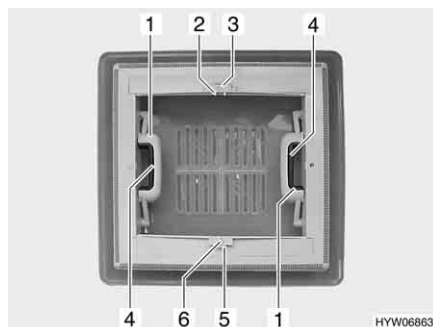

Fig. 36 Oblò a scatto
- Premere la chiusura a scatto (Fig. 36,4) verso l'interno dell'oblò. Premere contemporaneamente verso l'alto l'oblò con la maniglia (Fig. 36,1).
- Tirare con forza verso il basso le due maniglie (Fig. 36,1) dell'oblò, fino a quando non scattano entrambe le chiusure.
- Premere l'arresto (Fig. 36,5) verso il lato esterno dell'oblò.
- Tirare l'oscurante a rullo per la maniglia (Fig. 36,6) fino alla maniglia contrapposta della zanzariera a rullo (Fig. 36,2) e farla innestare.
- Serrare la maniglia (Fig. 36,2). L'arresto si sblocca.
- Ricondurre lentamente l'oscurante a rullo accompagnandolo con la maniglia (Fig. 36,6).
- Premere l'arresto (Fig. 36,3) verso il lato esterno dell'oblò.
- Tirare la zanzariera a rullo per la maniglia (Fig. 36,2) fino alla maniglia contrapposta dell'oscurante a rullo (Fig. 36,6) e farla innestare.
- Ricondurre lentamente la zanzariera a rullo accompagnandola con la maniglia (Fig. 36,2).